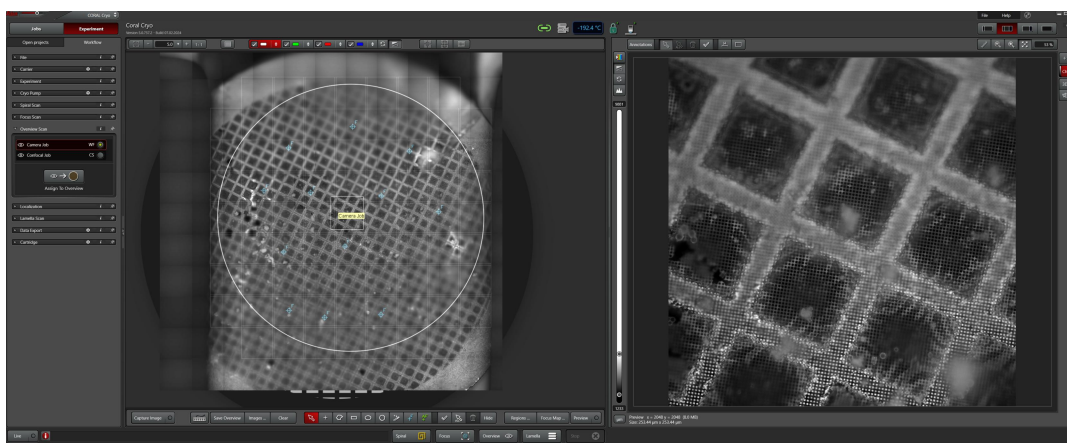

图 26
4.在 Overview Scan 界面下，选择 Camera Job，点击 Assign To Overview（如图 26）；随后点击 Overview，依次拍摄各荧光通道对应的 Overview 图片。